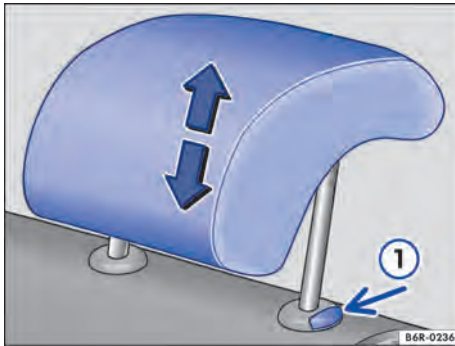

Fig. 59 Ajustar el apoyacabezas trasero.
- Empujar el apoyacabezas hacia arriba en el sentido de la flecha o, presionando el botón → fig. 59 ①, empujar hacia abajo → ⚠️ en *Introducción al tema* de la pág. 70.